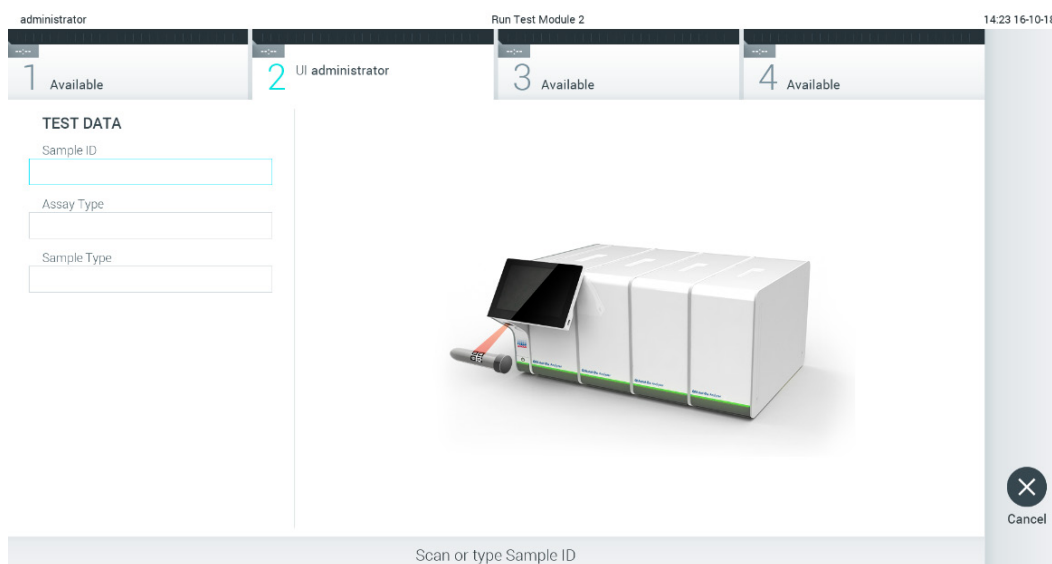

Bild 23. Skanna streckoden med prov-ID.
2. Skanna provets ID-streckkod med hjälp av streckkodsläsaren som är integrerad i driftsenheten när du uppmanas till det (bild 23).